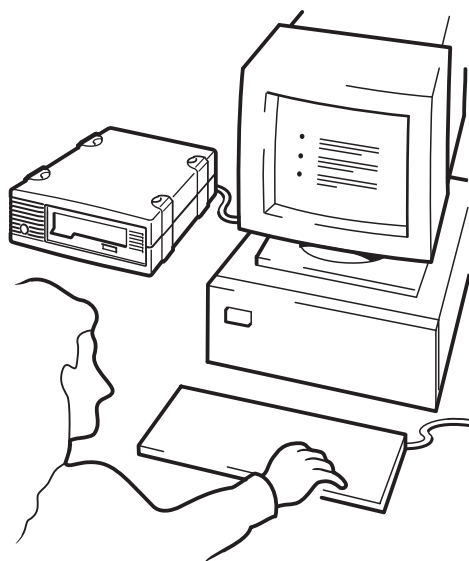

Figure 10d : utilisation de HP OBDR, étape 4
- 3 Suivez les instructions à l'écran pour configurer le système d'exploitation (voir figure 10d). Ces instructions varient en fonction du logiciel de sauvegarde. En règle générale, vous pouvez accepter la réponse par défaut pour tous les messages : appuyez simplement sur <Entrée>, par exemple.